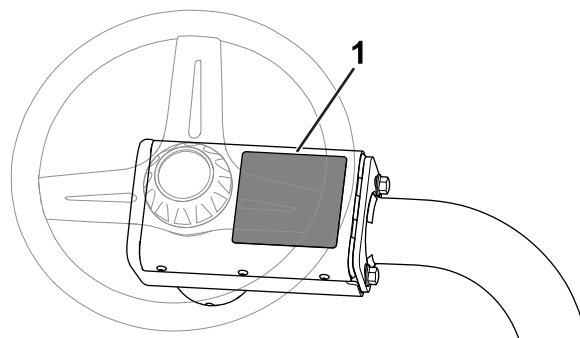

Figure 17
- **Autocollant de sécurité CE** : apposez l'autocollant de sécurité CE (réf. 139-8321) sur l'autocollant de sécurité existant (réf. 139-8320) situé sur le couvre-moyeu du volant ; voir Figure 17.